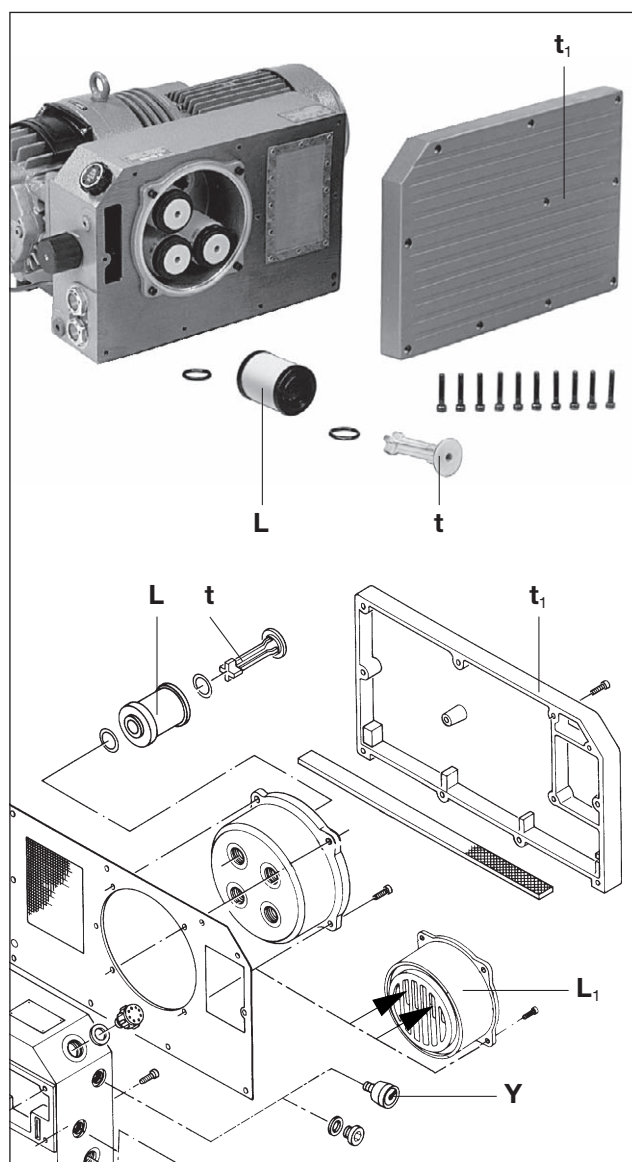

Fig. 8 Rimozione dell'olio
L'inserto del separatore d'olio (V-VCA / V-VCE 25) ossia i filtri separatori aria-olio (V-VCA/V-VCE 40) dopo un uso prolungato possono sporcarsi (la corrente nominale e la temperatura della pompa salgono). Ogni 2.000 ore di funzionamento o con resistenza del filtro di 0,7 bar (vedi manometro (Fig. 8/Y) → accessori, controllo in caso di aspirazione atmosferica breve) sostituire l'inserto del separatore dell'olio (Fig. 8/L1) ossia gli elementi (Fig. 8/ L) non essendo possibile una pulizia.
**V-VCA/V-VCE 15:** Svitare il coperchio del corpo del separatore dell'olio (Fig. 8/t1) . Sostituire l'inserto del separatore dell'olio (Fig. 8/L1).
Quando si monta l'inserto del separatore dell'olio (L1) fare attenzione alla posizione (le aperture sul lato di ingresso dell'aria devono trovarsi sulla parte superiore della superficie circolare → (vedi Fig. 8).
**V-VCA/V-VCE 40:** Svitare il coperchio del corpo del separatore d'olio (Fig. 8/t1) . Allentare le parti a vite in plastica (Fig. 8/t) e sostituire i filtri separatori aria-olio (Fig. 8/L). Usare gli stessi O-ring. Il montaggio avviene in senso inverso.